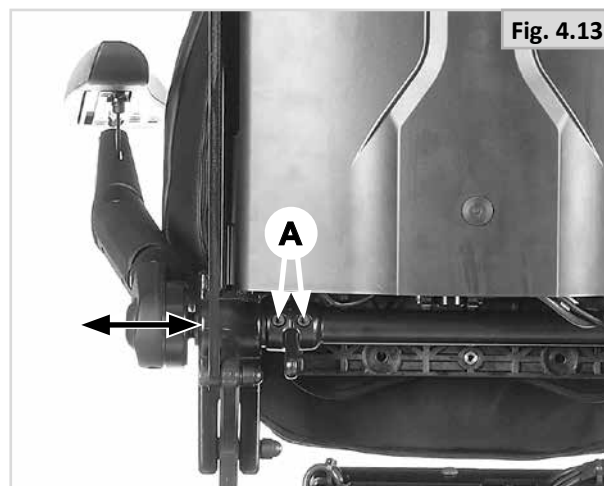

Fig. 4.13
- Desaperte os dois parafusos (chave Allen de 5,0mm) na barra transversal como ilustrado na (Fig. 4.13 - A).